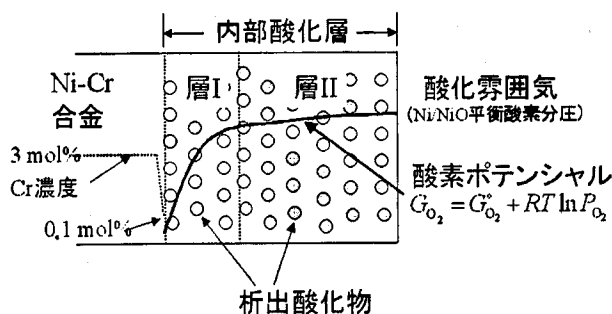

図 1-1 Ni-Cr 合金の内部酸化組織
Ni-3 mol%Cr 合金を Ni と NiO との平衡酸素分圧を有する雰囲気中、1000 K で内部酸化したときの断面組織の模式図を図 1-1 に示す。金属中に酸素は原子状 (O) で固溶している。また、NiO-Cr₂O₃ 系の間接化合物は NiCr₂O₄ のみである。表 1-1 に関する物質の 1000 K における標準モルギブズエネルギーを示す。固溶酸素のモルギブズエネルギー、 G_O 、と酸素分子のモルギブズエネルギー (酸素ポテンシャル)、 G_{O_2} 、との間には $2G_O = G_{O_2}$ なる関係がある。計算に際して、気体定数は $R = 8.3 \text{ J K}^{-1} \text{ mol}^{-1}$ とし、 $\ln(x) = 2.3 \log(x)$ とせよ。